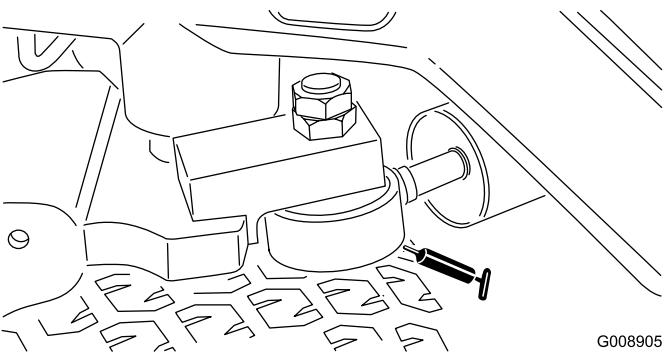

Figura 42
**Nota:** Si lo desea, puede instalar otro engrasador adicional en el otro extremo del cilindro de dirección. Retire el neumático, instale el engrasador, engrase, retire el engrasador y coloque el tapón (Figura 42).